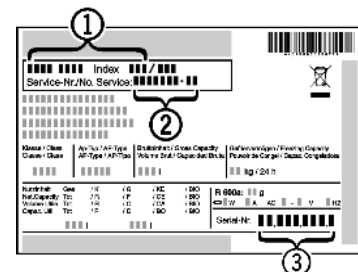

Fig. 20
- ▶ Gerätebezeichnung *Fig. 20 (1)*, Service-Nr. *Fig. 20 (2)* und Serial-Nr. *Fig. 20 (3)* vom Typenschild ablesen. Das Typenschild befindet sich an der linken Geräteinnenseite.
- ▶ Den Kundendienst benachrichtigen und den Fehler, Gerätebezeichnung *Fig. 20 (1)*, Service-Nr. *Fig. 20 (2)* und Serial-Nr. *Fig. 20 (3)* mitteilen.